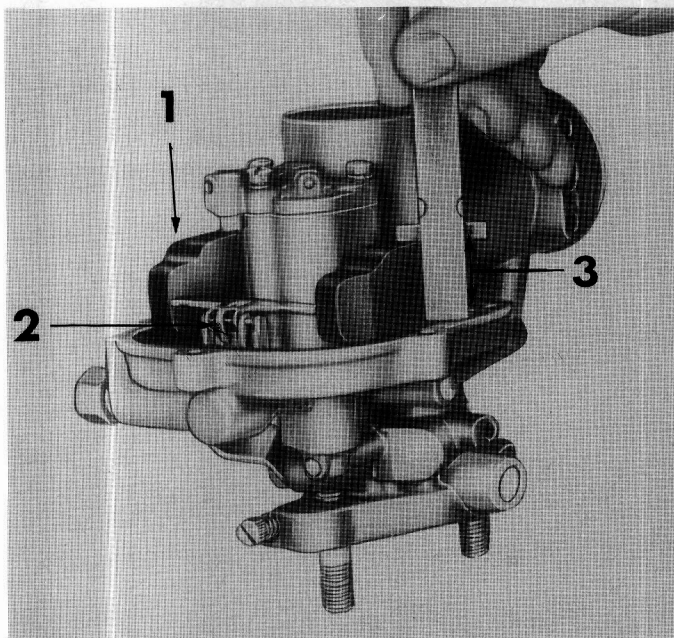

FIGURE 14 : Réglage du flotteur — 1 = Flotteur, 2 = Pivot de flotteur, 3 = Réglage du flotteur.
13. Regler le flotteur de la manière représentée Fig. 14. Le réglage s'effectue en cintrant le bras du flotteur de telle façon que le contact avec le pointeau s'effectue de la façon décrite page 31.